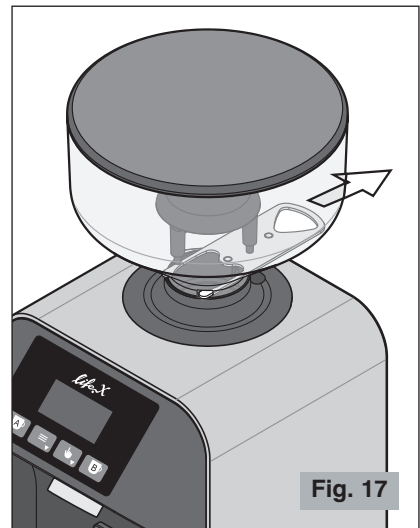

Fig. 17
-  **S'assurer de l'ouverture complète de l'obturateur de la cloche jusqu'à la fin de sa course (dernier déclenchement) (voir Fig. 17).**